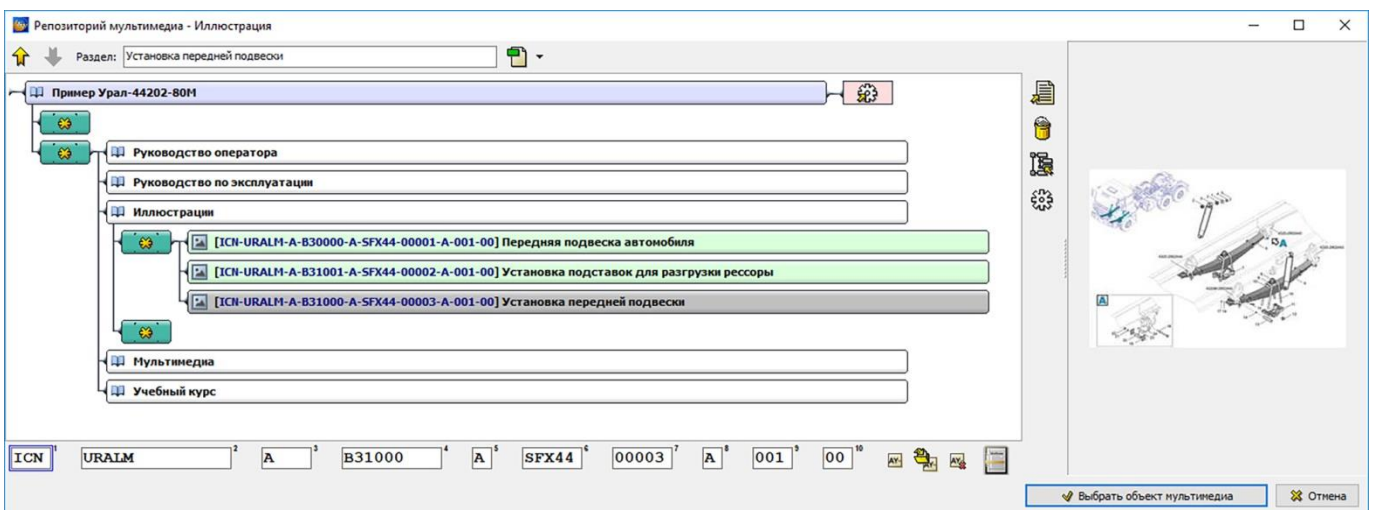
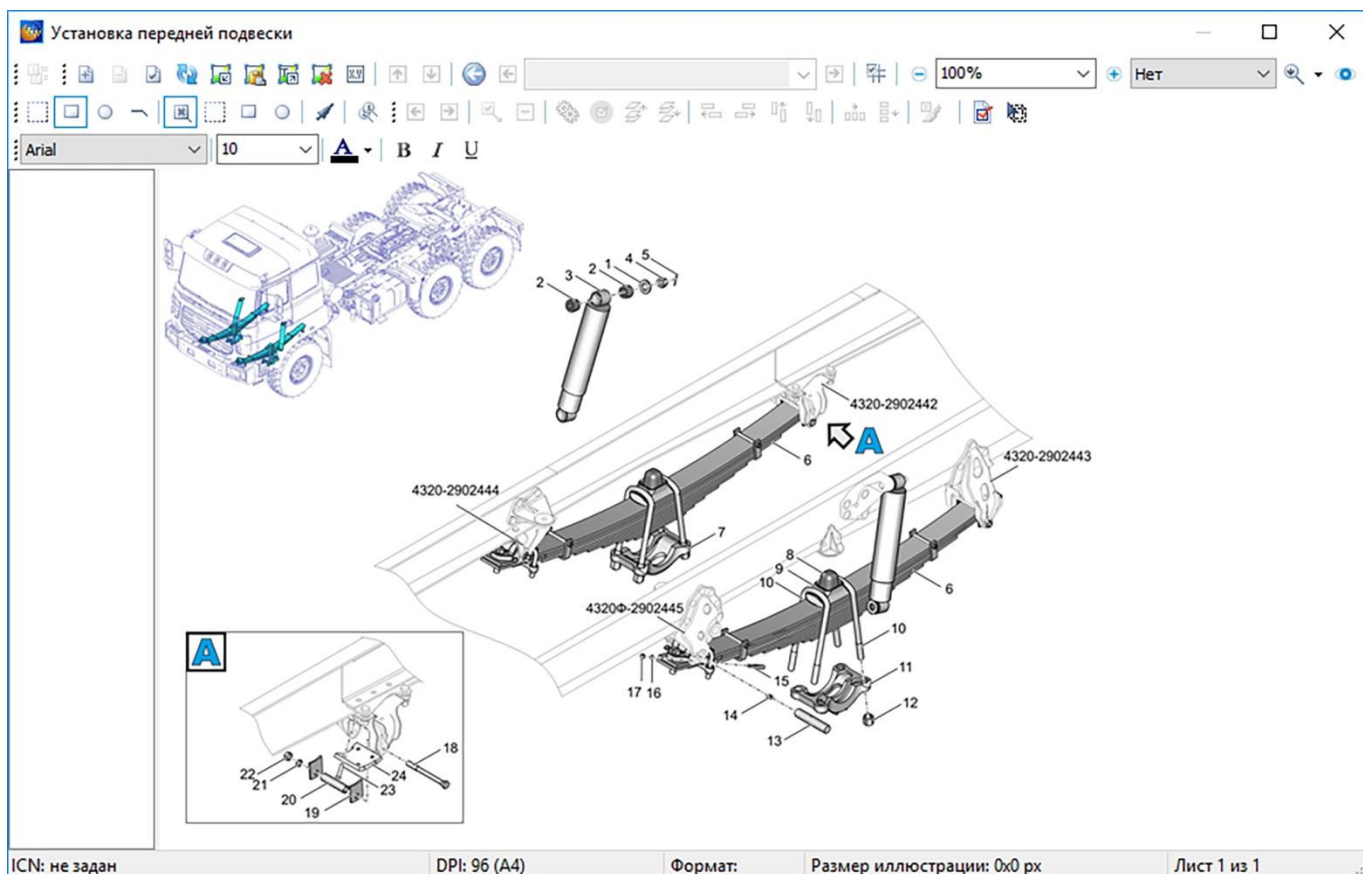

Рисунок 451
Рисунок 452
2) Выберите модуль данных с соответствующей иллюстрацией и нажмите на кнопку **Выбрать объект мультимедиа** (рисунок 451). После этого изображение появится в окне создания иллюстраций (рисунок 452).